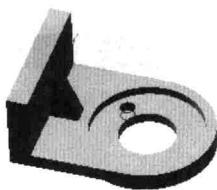

图 1.14 切除一拉伸 3
Step8. 添加图 1.14 所示的零件特征——切除一拉伸 3。选择下拉菜单 **插入(1)** → **切除(2)** → **拉伸(E)** 命令, 选取前视基准面作为草图基准面, 在草绘环境中绘制图 1.15 所示的横断面草图。单击 **▲** 按钮, 选择与默认方向相反的方向, 在“切除一拉伸”窗口 **方向1** 区域的下拉列表框中选择 **完全贯穿** 选项, 单击窗口中的 **OK** 按钮, 完成切除一拉伸 3 的创建。